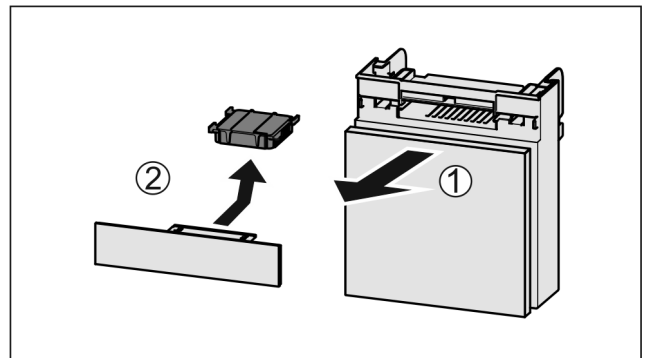

Fig. 119
- ▶ Потягніть Fig. 119 (1) відділення вперед.
- ▶ Витягнути Fig. 119 (2) фільтр з активованого вугілля.